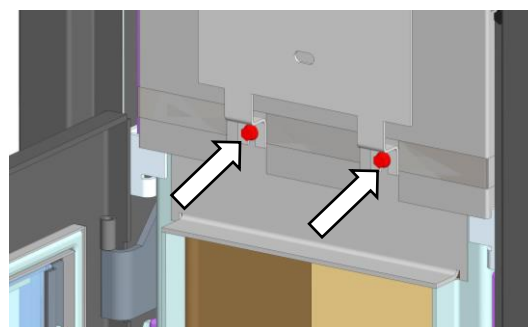
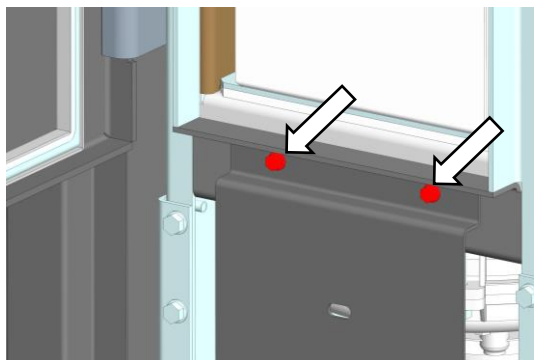

Abb. 4: Befestigungsschrauben oberer Halterung
Abb. 5: Befestigungsschrauben unterer Halter
1. Je Halterung müssen zwei Schrauben herausgedreht werden (Abb. 4 und Abb. 5).